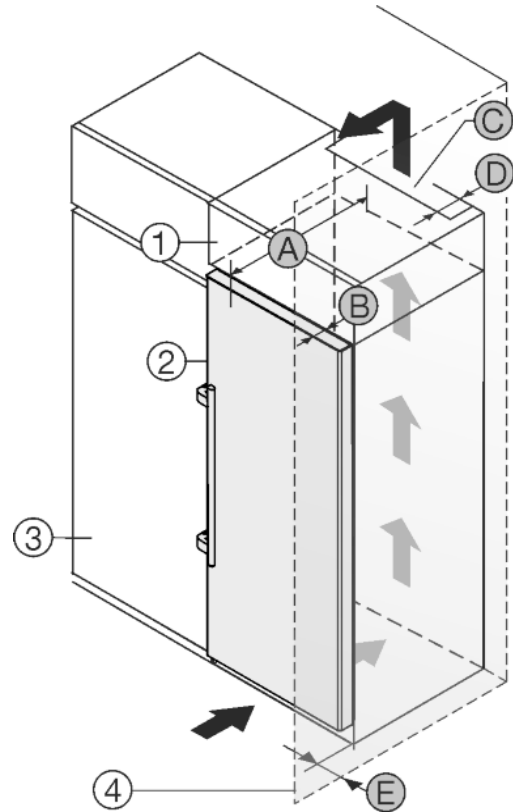

Fig. 30
A készüléket körbe lehet építeni konyhaszekrényekkel. Rá lehet szerelni egy rátétszekrényt Fig. 30 (1), hogy a készüléket Fig. 30 (2) a konyhabútorok magasságához igazítsa.
A készüléket közvetlenül a konyhaszekrény Fig. 30 (3) mellett is felállíthatja. Ahhoz, hogy az ajtókat teljesen ki tudja nyitni, a készüléknek a konyhaszekrény elülső oldalához képest legalább a mélységnek Fig. 30 (B) megfelelően ki kell állnia. A konyhaszekrények mélységétől és a fali távolságtartók használatától függően a készülék nagyobb mértékben is kiállhat.
- A rátétszekrény hátoldalán egy mélységű Fig. 30 (D) szellőző aknát kell a rátétszekrény teljes szélességében kialakítani.
- A mennyezett alatt be kell tartani a szellőző keresztmetszetet Fig. 30 (C).
Mikor a készüléket a csuklópántokkal egy fal Fig. 30 (4) mellett állítja fel, akkor a készülék és a fal közti távolságot Fig. 30 (E) be kell tartani. Ez nyitott ajtó esetén megfelel a fogantyú túlnyúlásának.